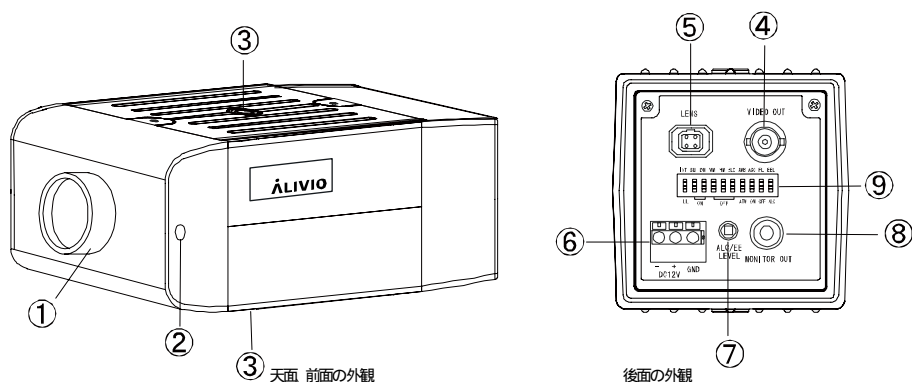

図.1
5. 六角レンチを使用してバックフォーカス調整部を緩めます。(図.1) フォーカスが合うようにレンズマウントを調整します。バックフォーカス調整部にてレンズマウントを固定します。